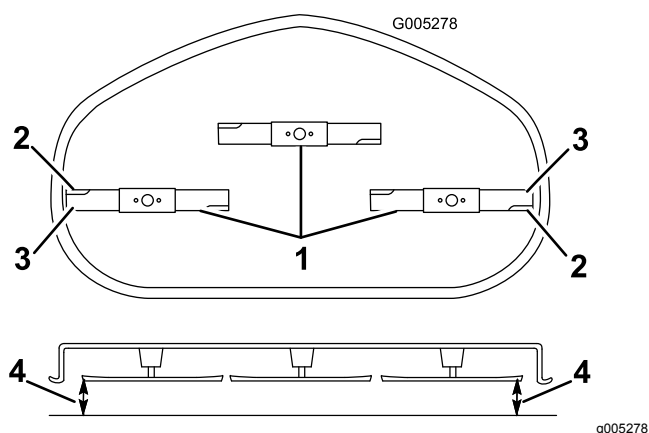

Figure 54
- Faites pivoter la ou les lames avec précaution pour qu'elles soient toutes parallèles (Figure 54).
- Mesurez la distance entre les tranchants extérieurs et le sol plat (Figure 54).